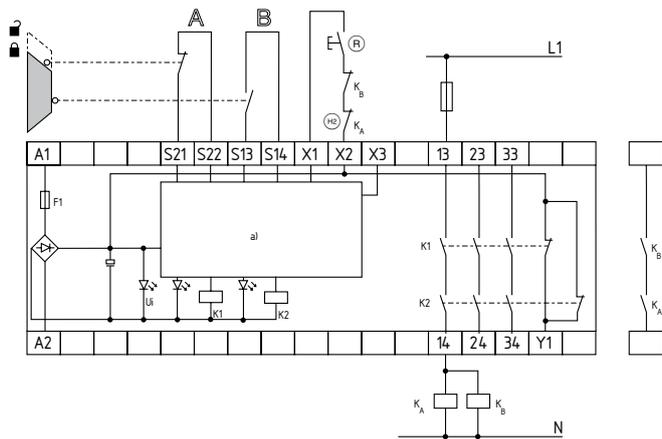

Abb. 2
**Zweikanalige Ansteuerung, dargestellt am Beispiel einer Schutztürüberwachung mit zwei Positionsschaltern, davon ein Kontakt zwangsöffnend; mit externem Reset-Taster (siehe Abb. 2)**
- (HD) = Rückführkreis